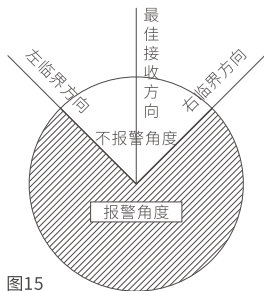

图15
10、目测调整红外光栅将主机和从机对准，通电，左右缓慢的旋转光栅主机，当校准指示灯全部熄灭且光栅主机的蜂鸣器不响，说明光栅已对准(图15)；